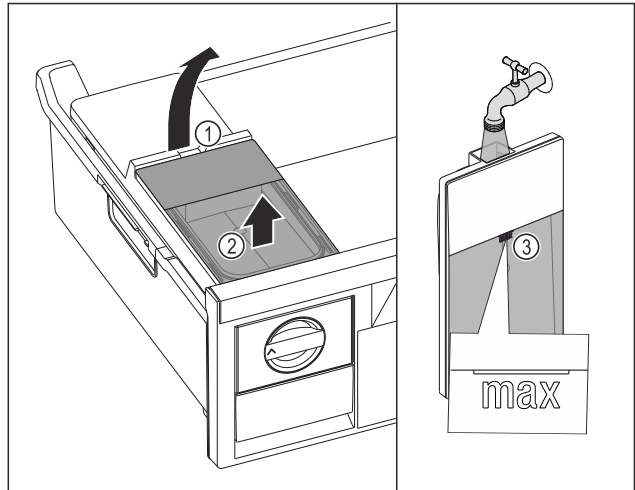

Fig. 81
- ▶ Watertank aan de uitsparing Fig. 81 (1) optillen.
- ▶ Watertank naar boven toe verwijderen. Fig. 81 (2)
- ▶ Watertank tot de markering Fig. 81 (3) vullen met drinkwater.